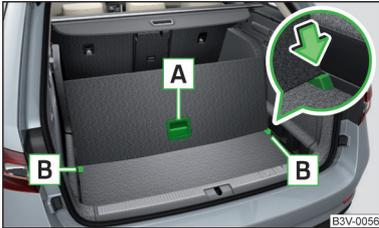

Abb. 162
- › Zum **Unterteilen** den variablen Ladeboden am Griff **A** anheben und den hinteren Rand des variablen Ladebodens in die Nuten **B** in Pfeilrichtung einschieben » **Abb. 162**.